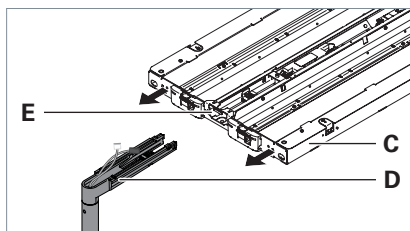

Fig. 2: Monter la tête du luminaire sur le bras de support.
- Enfilez le châssis du luminaire **C** sur le bras de support **D** et faites passer les câbles par l'ouverture **E** située sur le côté du châssis du luminaire, voir Fig. 2.